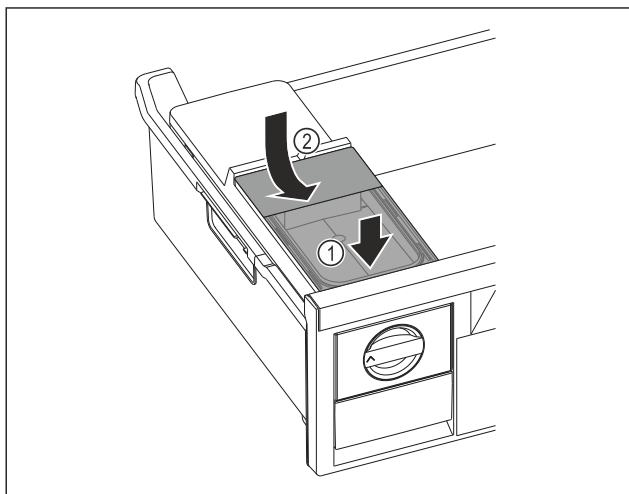

Fig. 130
- Watertank aan de voorkant plaatsen. Fig. 130 (1)
- Watertank aan de achterkant laten zakken. Fig. 130 (2)